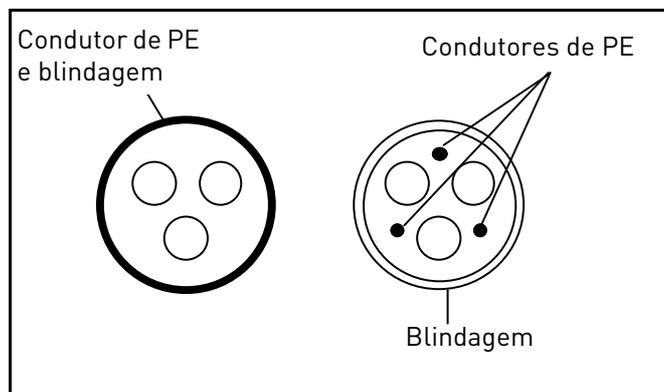

Figura 18.
- 2 = Cabo de energia simétrico equipado com fio de proteção concêntrico e projetado para a voltagem específica da rede elétrica. (MCMK ou similar recomendado). Consulte Figura 18.
3 = Cabo de energia simétrico equipado com blindagem compacta de baixa impedância e projetado para a voltagem específica da rede elétrica. [MCCMK, EMCMK ou similar recomendado; Impedância de transferência de cabo recomendada (1...30MHz) máx. 100mohm/m]. Consulte Figura 18.